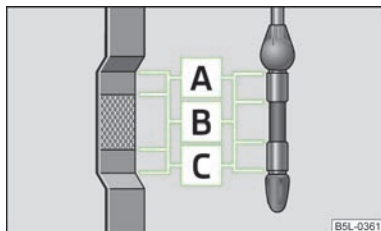

Fig. 98
L'asta di livello dell'olio mostra il livello dell'olio motore » fig. 98.
- Il livello dell'olio non deve mai superare il settore **A** » fig. 98. Pericolo di danneggiamento del catalizzatore!